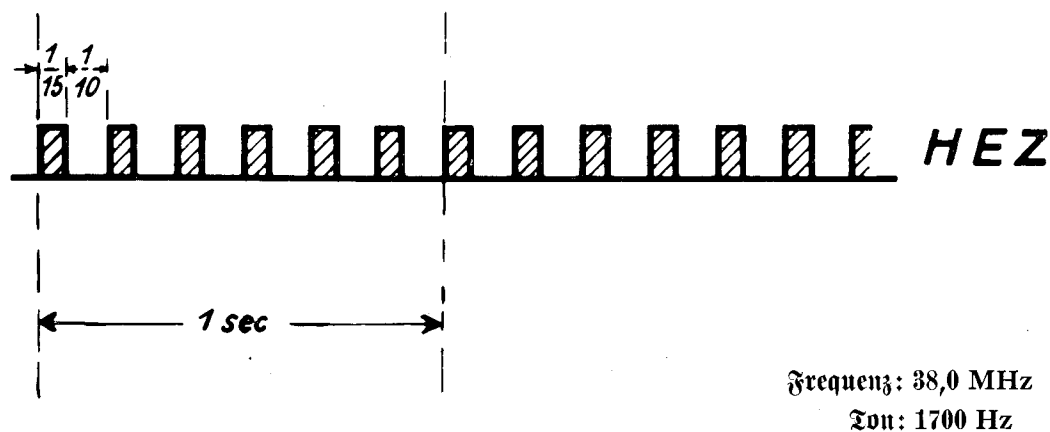

Abb. 3. Lastzeichen des Haupteinflugzeichensenders
2. Als **Haupteinflugzeichen** (hoher Ton in punktförmiger Lastung; Lastzeichen in Abb. 3); es ist die zweite und letzte Abstandsmarke und zeigt dem Flugzeugführer an, daß die Maschine nur noch (etwa) 300 m von der Rollfeldgrenze entfernt ist und die letzten Flughindernisse überflogen sind.